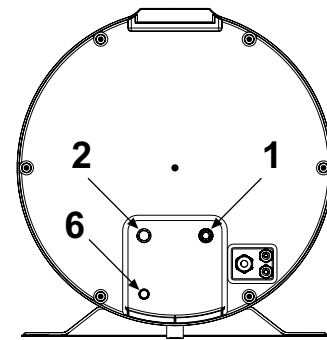

fig. 48
- Ligue a linha de alimentação de água fria e a linha de saída nos pontos de ligação específicos (fig. 48).